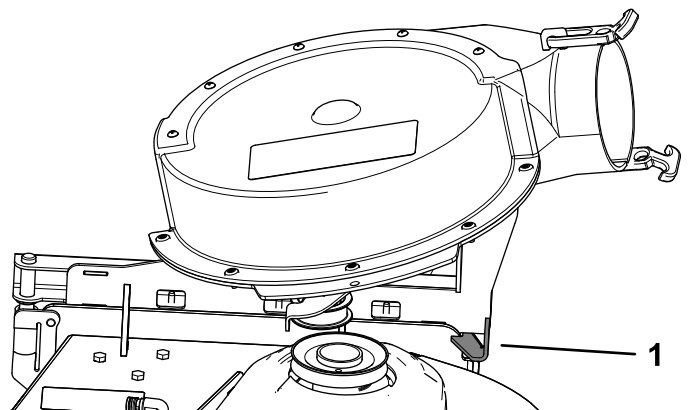

Figure 25
**Remarque:** Le ventilateur devrait se verrouiller automatiquement en place, comme montré à la Figure 25.